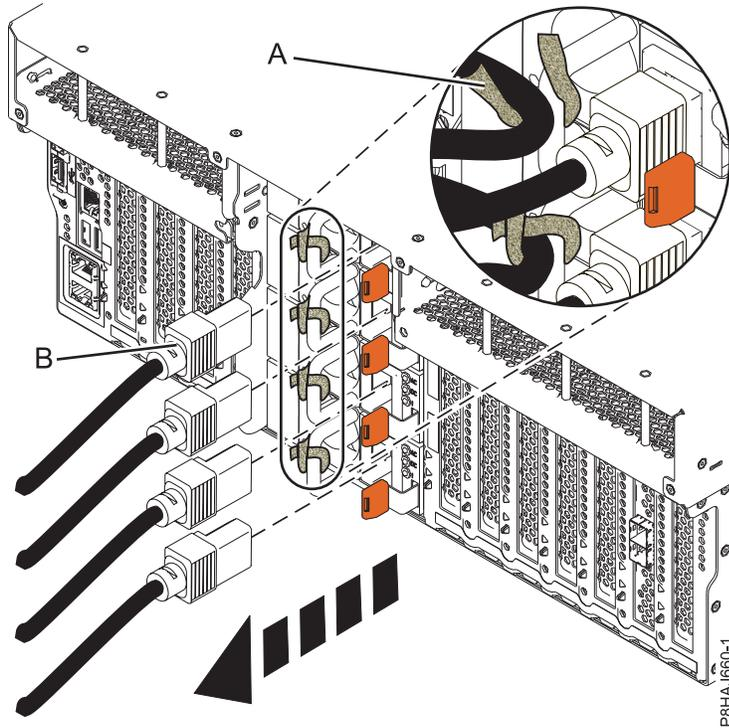
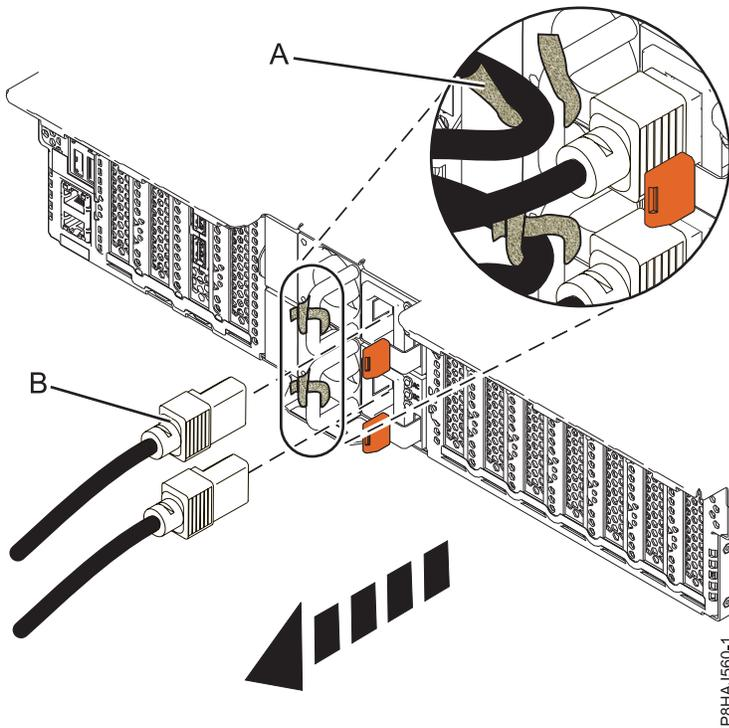
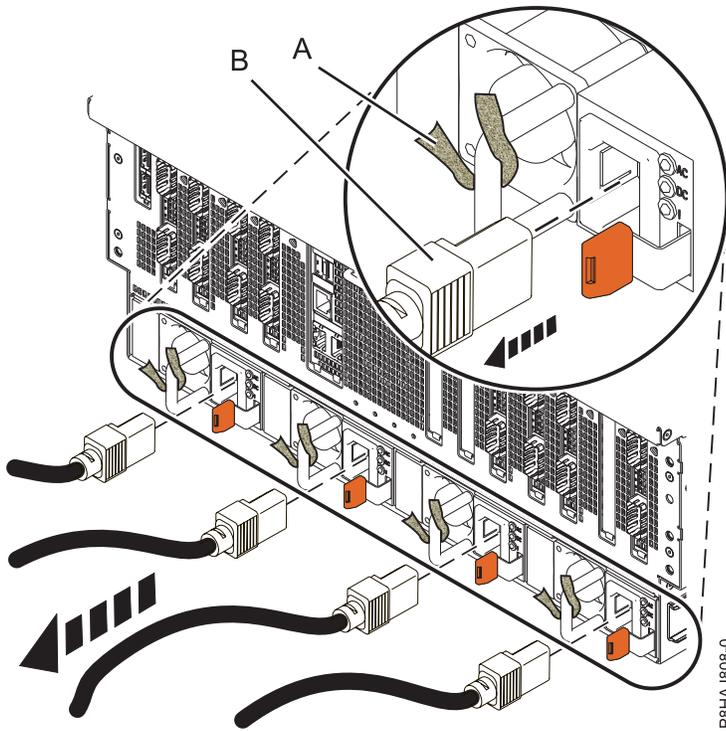

Figura 49. Extracción de los cables de alimentación de un sistema 8247-42L, 8286-41A o 8286-42A
Figura 50. Extracción de los cables de alimentación de un sistema 5148-21L, 5148-22L, 8247-21L, 8247-22L, 8284-21A o 8284-22A
Figura 51. Extracción de los cables de alimentación de un sistema 8408-44E o 8408-E8E
- Desconecte los cables de alimentación **(B)** de la unidad del sistema. Consulte la Figura 49 en la página 63, Figura 50 en la página 63 o Figura 51 en la página 64 según el tipo de sistema.